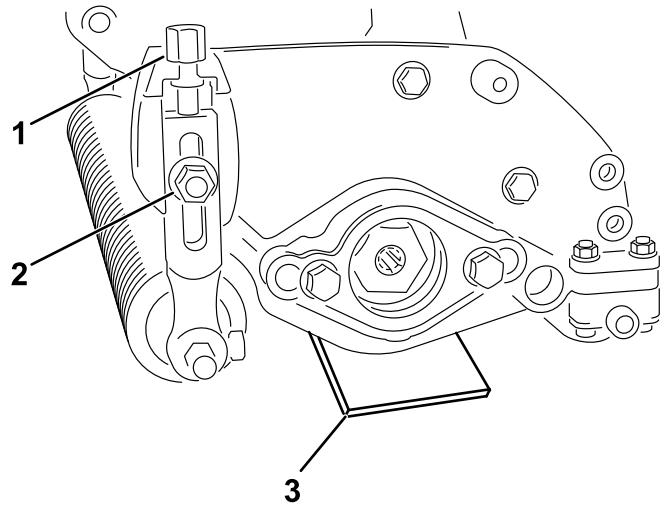

図 8
2. 希望する高さ表面からの刃の高さにゲージバーを設定し、このゲージバーをサッキングユニットの左右の端部に当てる図 8。
3. 後ローラを平らな面に接触させた状態で、左右のフランジナットをゆるめる図 8。
4. サッチャーの端部が左右共にテーブル面に接触しそうになるように、刈高設定の調整を行う図 8。